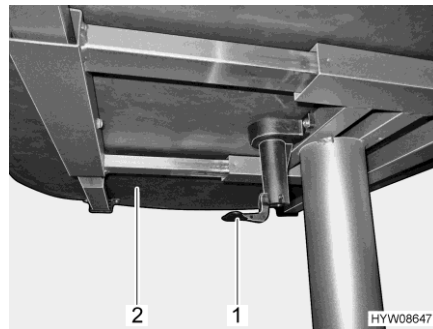

Bild 90 Spak för förskjutning av bordsskivan
- Dra eller tryck spaken (Bild 90,1) nedåt.
- Skjut bordsskivan (Bild 90,2) till önskad position.